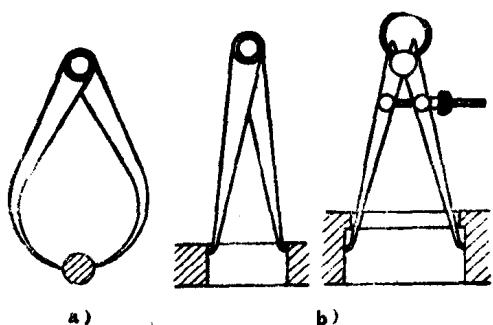

图1-31 卡钳
(2) 卡钳 分外卡钳和内卡钳两种，见图1-31。用卡钳测量时，视觉误差较大，且靠接触手感来判断，所以测量准确度不易控制，目前已较少采用。但是，遇到结构特殊和用镗模加工零件内孔时，采用内卡钳测量孔径还很普遍。卡钳是一种无刻度的比较量具，它只能与钢直尺或其它刻度量具配合才能使用。例如：工厂里常用内卡钳和千分尺配合使用，通常俗称“内卡搭千分尺”联合测量法，其测量方法如下：